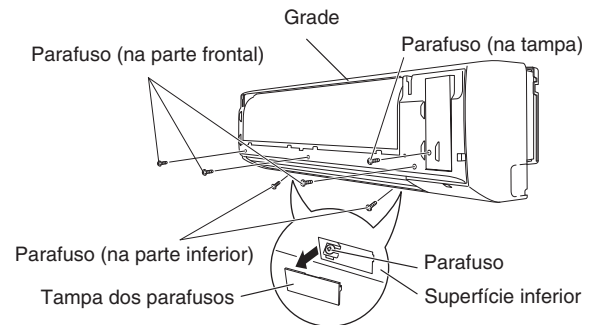

Fig. 3-13
- (3) Retire os 3 parafusos da parte frontal da unidade e retire as tampas dos parafusos na superfície inferior. Em seguida, retire os 2 parafusos. (Fig. 3-13)
- (4) Retire o parafuso na placa da tampa lateral direita e retire a tampa. (Fig. 3-13)